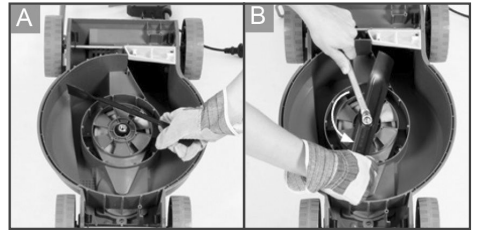

Рис.5 Установка ножа
1. Установите нож (Рис.5А).
3. Удерживайте нож твердо одной рукой, затяните гаечным ключом болт крепления ножа против часовой стрелки (Рис.5В).